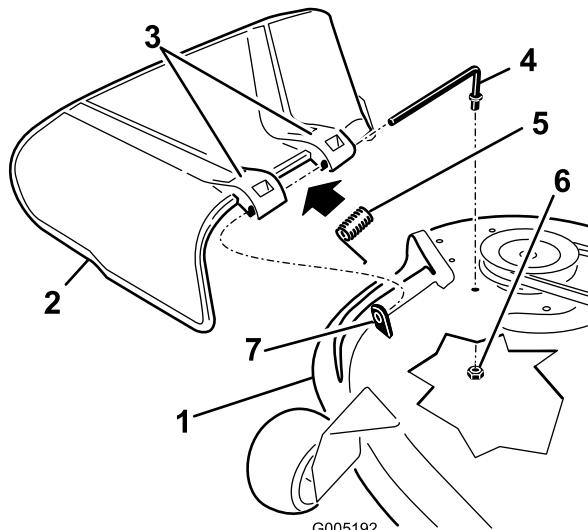

Figura 58
- Retire la tuerca ($\frac{3}{8}$ ") de la varilla (debajo del cortacésped) (Figura 58).
- Retire la varilla del separador corto, del muelle y del deflector de hierba (Figura 58).
- Vuelva a colocar el deflector de hierba (Figura 58).
- Deslice la varilla por el segundo soporte del deflector de hierba (Figura 58).
- Sujete el extremo trasero de la varilla al cortacésped con una tuerca ($\frac{3}{8}$ "), según se muestra en Figura 58.